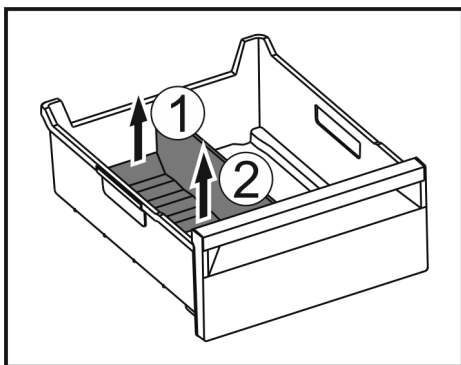

Fig. 149
- ▶ Підняти задню частину перегородки відділення для льоду. Fig. 149 (1)
- ▶ Вилучити перегородку рухом вгору. Fig. 149 (2)